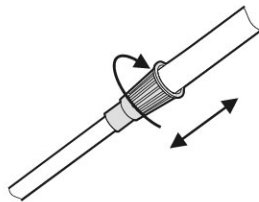

Figure 3
3. Tournez l'écrou de blocage de la tige dans le sens horaire jusqu'à ce qu'il se desserre, allongez ou raccourcissez la tige de manière que lorsque vous vous êtes debout avec le détecteur à la main, le disque de détection soit parallèle au sol à environ 1,25 cm avec le bras relâché sur le côté. (Figure 3).